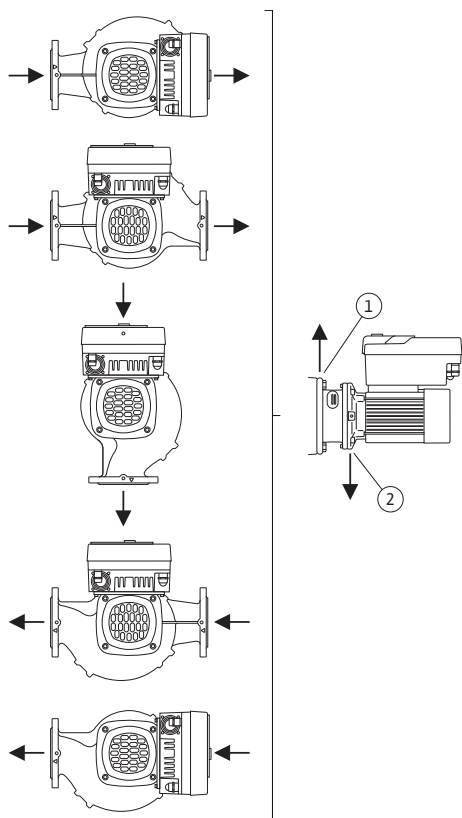

Fig. 19: Lubatud paigaldusasendid horisontaalse võlliga
- Horisontaalse mootorivõlli korral peab all olema kondensaadi äravoolu võimaldav auk (Fig. 19, pos. 2). Vajaduse korral tuleb mootorit keerata.